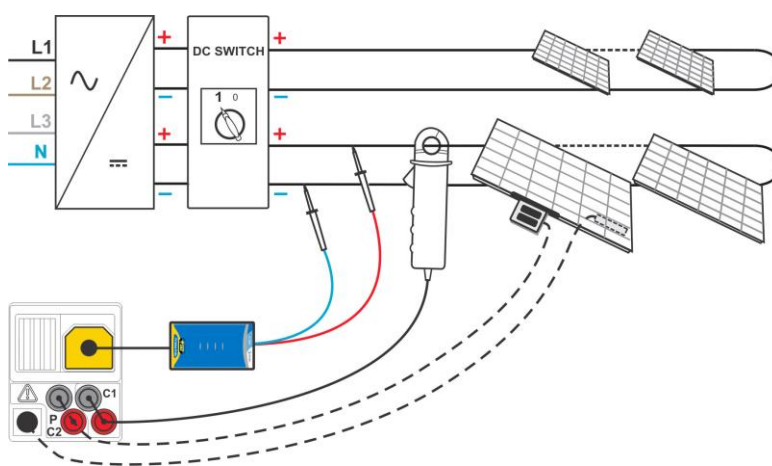

Abbildung 6.15: PV-Modulprüfung
- **Schließen** Sie das zu prüfende PV-System an (siehe Abbildung 6.15).